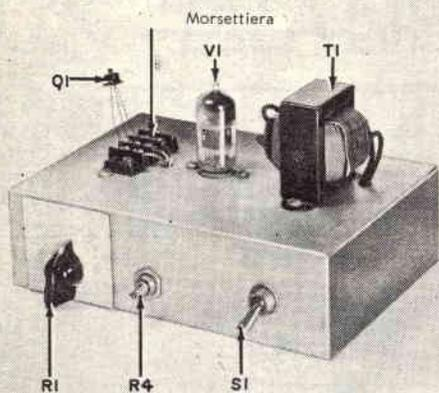

Fig. 2 - Vista superiore del termostato. Il transistor è collegato ad una morsettiera a vite.
**Costruzione.** - L'unità è montata su un telaio delle dimensioni di 5 x 13 x 18 cm; la valvola V1, il trasformatore T1 ed il transistor Q1 sono sistemati sulla parte superiore (fig. 2). In pratica il transistor non è montato sul telaio ma è semplicemente collegato ad una morsettiera a viti; questa disposizione rende Q1 meno sensibile alle radiazioni di calore provenienti dalla valvola e dal trasformatore e lo rende più facile da rimuovere per sistemarlo in posti più distanti.